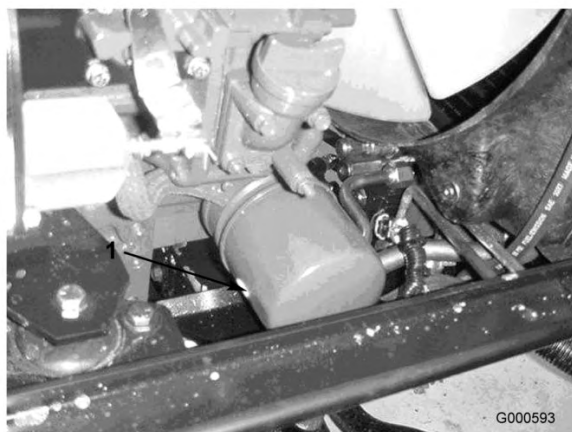

図 36
2. オイルフィルタ（図 36）を外す。新しいフィルタのシールに薄くエンジン・オイル